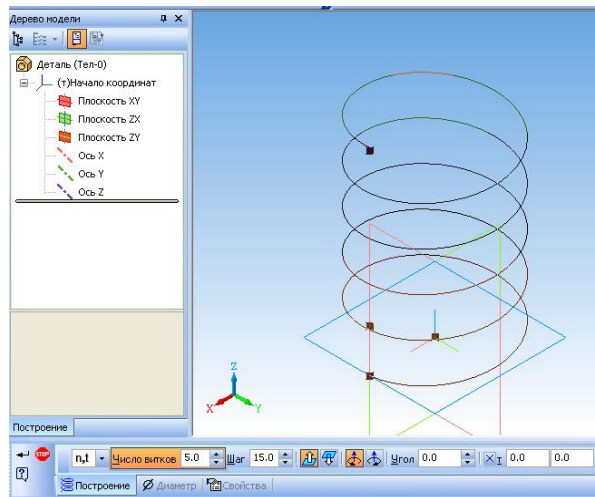

Рис. 4.
2. В *Панели свойств* укажите способ построения, число витков - 5, шаг - 15, направление построения - прямое, направление навивки - правое, диаметр спирали 50 (рис. 4).